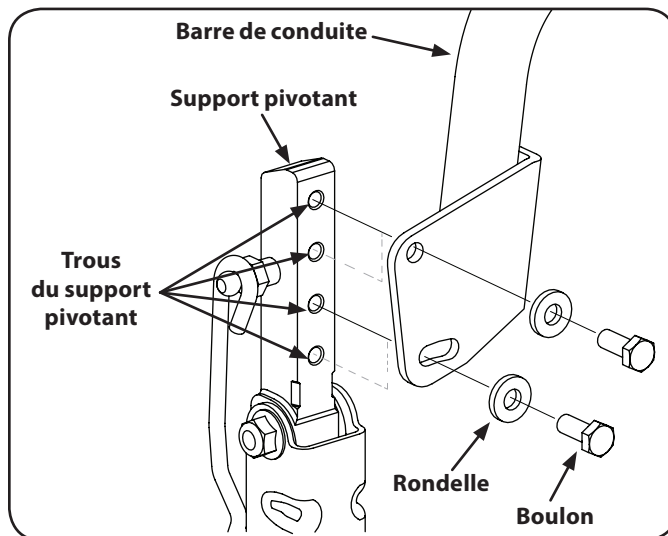

Figure 6-3
2. Retenez la barre pour qu'elle ne tombe pas, puis enlevez le boulon inférieur et la rondelle plate inférieure du support pivotant. Voir la Figure 6-3.
1. Si le boulon inférieur n'est pas desserré, desserrez-le et ajustez la barre de conduite vers l'avant ou vers l'arrière à la position désirée. Voir Figure 6-3.